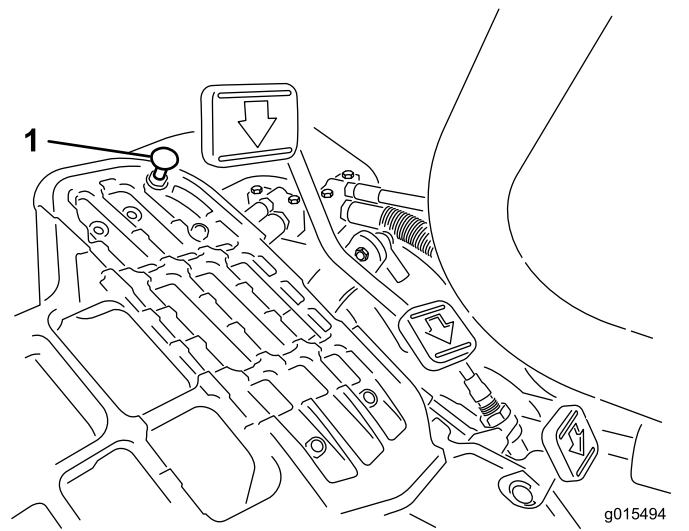

図 40
1. モードレバーを移動走行位置にセットし、ペダルストップを固定しているロックナットをゆるめる 図 40。
モードレバーを移動走行位置にセットし、ペダルを一杯に踏み込めば最高速度となります。ケーブルに張力が掛かる前にペダルがストップ 図 40 に当たる場合には調整が必要です。